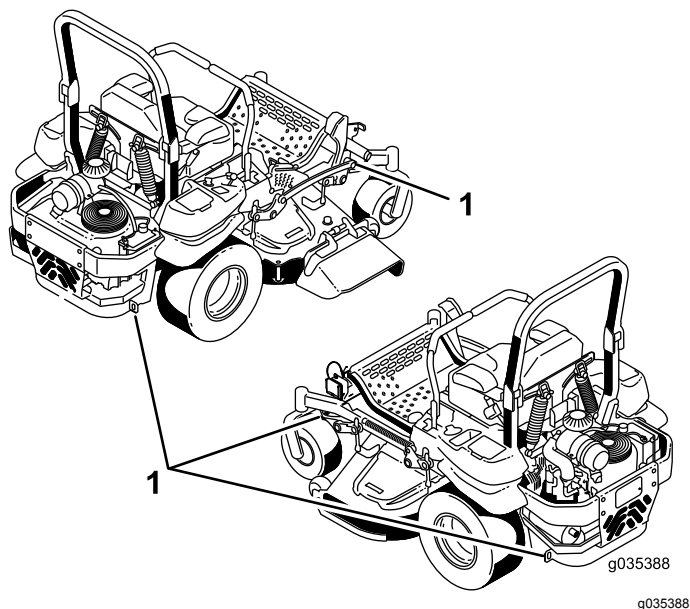

Figura 41
5. Utilice los puntos de amarre metálicos de la máquina para sujetar la máquina firmemente al remolque o al camión con correas, cadenas, cables o cuerdas (**Figura 41**).